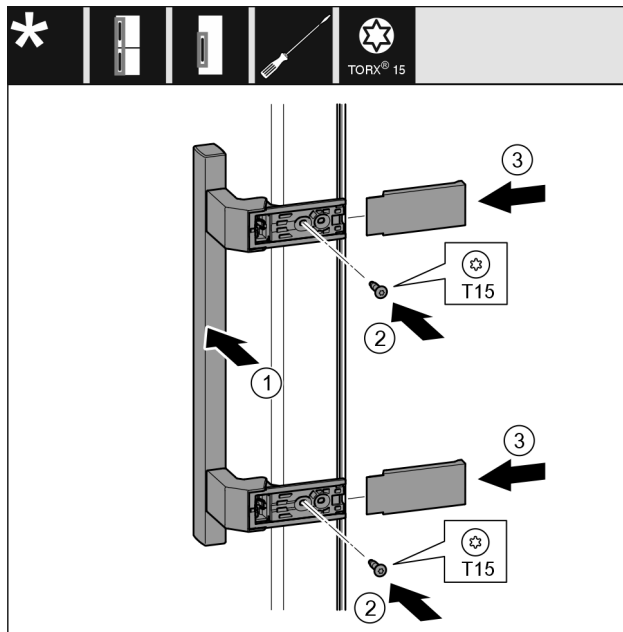

Fig. 22
- Uždėkite rankeną Fig. 22 (1) priešingoje pusėje.
- Tvirtai prisukite varžtus Fig. 22 (2) atsuktuvu.
- Uždėkite dengiamąsias plokšteles Fig. 22 (3) šone ir jas užmaukite.